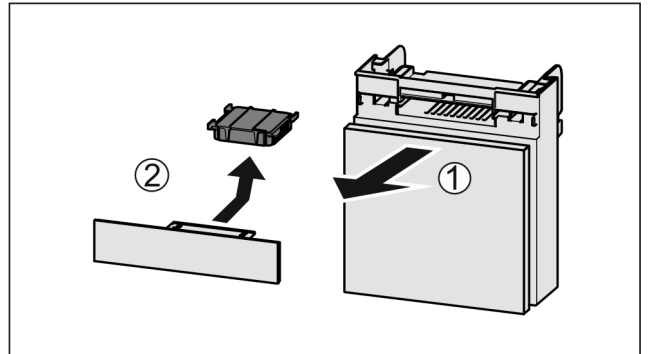

Fig. 33
- ▶ Rafı öne doğru dışarı çekin Fig. 33 (1).
- ▶ Aktif karbon filtresini çıkarın Fig. 33 (2).